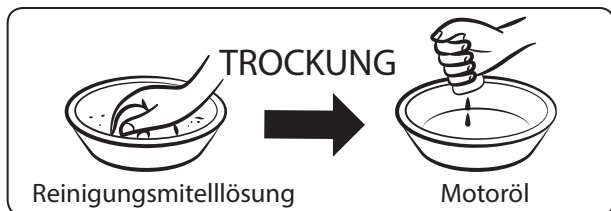

Abb. 10
- 2) Lassen Sie den trockenen Filter Motoröl ansaugen und das überschüssige Öl drücken Sie gründlich aus, jedoch verdrehen Sie den Filter nicht, damit er nicht zerreißt, siehe Abb. 10. Ein unzureichend ausgedrückter Filter verursacht einen mangelhaften Luftstrom. Die Tränkung des Filters mit Öl ist für die Erhöhung der Filtrationsleistung wichtig.